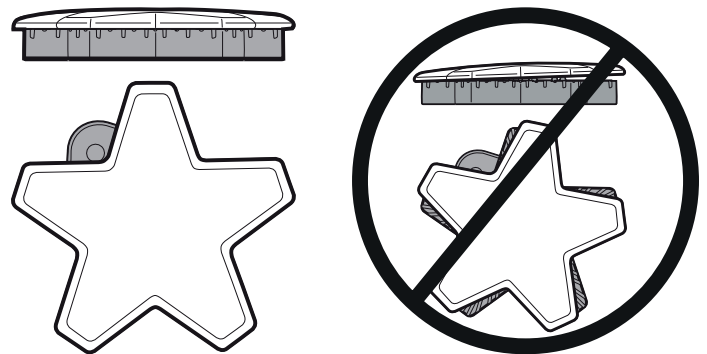

Figura 7: Tapa de quemador colocado correctamente
- Compruebe cada quemador para asegurarse de que no hay espacio entre la tapa y la base del quemador. Vea *Figura 7* para ejemplos de tapa de quemador instalada correctamente e incorrectamente.
- Puede intentar mover con cuidado las tapas de los quemadores lateralmente para asegurarse de que estén colocadas correctamente en su base. Cuando es el caso, las tapas están rectas en la base y cubren completamente la base del quemador en forma de estrella al mirarlas desde arriba, como se muestra en la *Figura 7*.